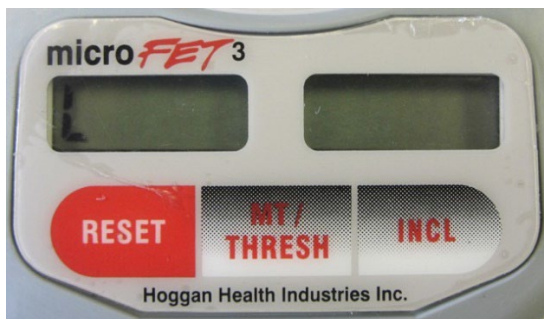

Figure 11 : Mode mesure de la force
- La fenêtre de gauche indique les unités de mesure possibles : « L » = Lbf, « g » = KGF, « n » = Newtons. La configuration de l'unité de mesure actuelle du dispositif est affichée (voir figure 11).